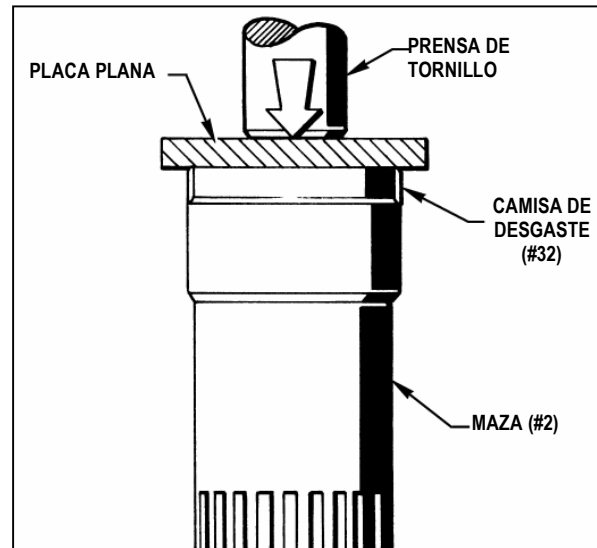

Figura 7.13 - Instalación de la Camisa de Desgaste (#32) en MSB12
2. Coloque la Maza (# 2) en una Prensa de Tornillo y con una placa plana como se muestra en la Figura 7.13 presione la Camisa de Desgaste (# 32) en la Maza (# 2) hasta el tope. Limpie cualquier exceso de Loctite.